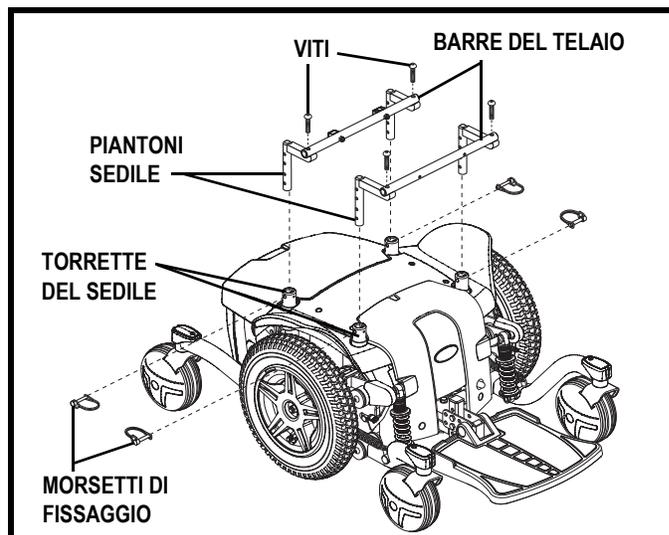

Figura 14. Regolazione del sedile - Barre del manubrio
6. Allentare le viti di fermo sulle torrette del sedile. **Vedere la figura 14.**
7. Allentare le viti di unione delle barre del manubrio ai piantoni del sedile. **Vedere la figura 14.**
8. Rimuovere i morsetti di fissaggio che uniscono le barre del manubrio ai pali del sedile. **Vedere la figura 14.**
13. Stringere la vite di fermo di ciascuna torretta del sedile. **Vedere la figura 14.**